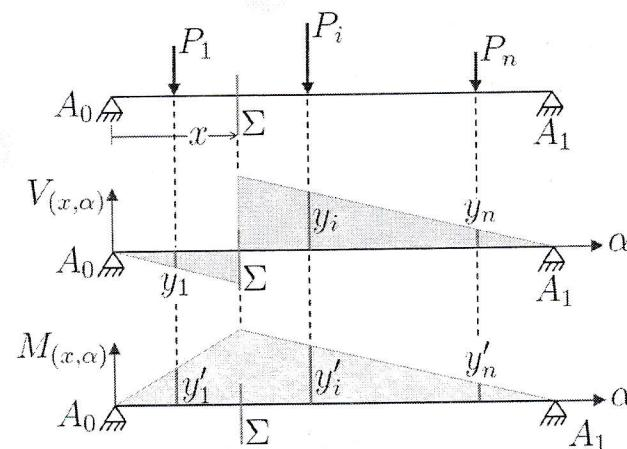

FIGURE 3.2 – Charges localisées sur la poutre
Soit une poutre  $A_0A_1$  chargée par un ensemble de charges ponctuelles  $(P_1, \dots, P_n)$  (figure 3.2).
- Soient  $y_i$  et  $y'_i$  les ordonnées d'abscisse  $\alpha_i$  des lignes d'influences de l'effort tranchant et du moment fléchissant dans la section  $\Sigma$  (figure 3.2).
- Une charge unité 1 d'abscisse  $\alpha_i$  produit dans  $\Sigma$  un effort tranchant  $y_i$  et un moment fléchissant  $y'_i$  (figure 3.2).